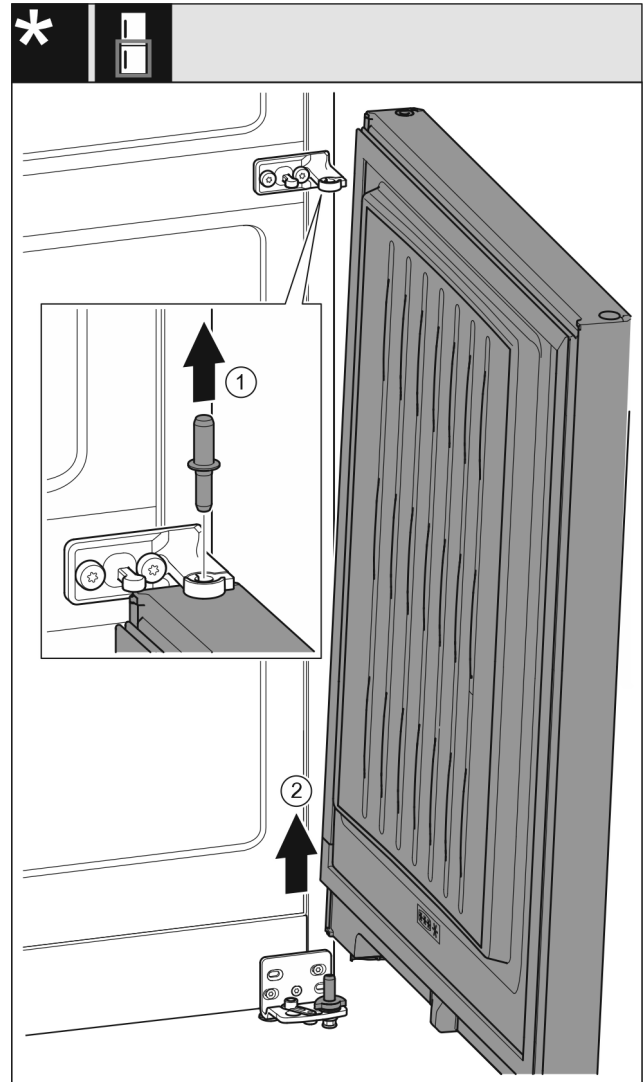

Fig. 8
- Bolzen nach oben herausziehen. Fig. 8 (1)
- Tür herausschwenken, nach oben ziehen und beiseitestellen. Fig. 8 (2)